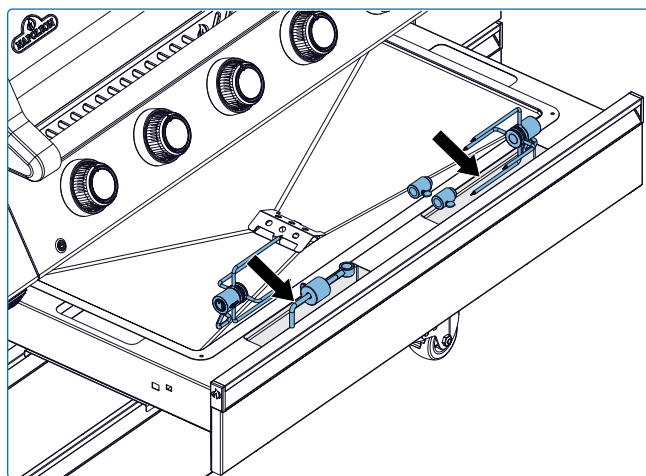
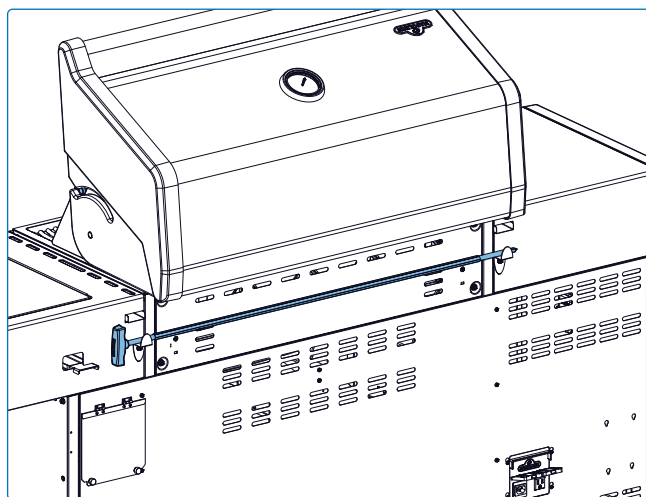

Fig.10
Fig.11
- Rangez les composants de la rôtissoire sur les crochets prévus à cet effet à l'intérieur du meuble du chariot et la broche à l'arrière du gril lorsqu'ils ne sont pas utilisés. Cela les protège, les garde accessibles et évite la corrosion s'ils sont propres et secs (**Fig. 10 & Fig.11**).